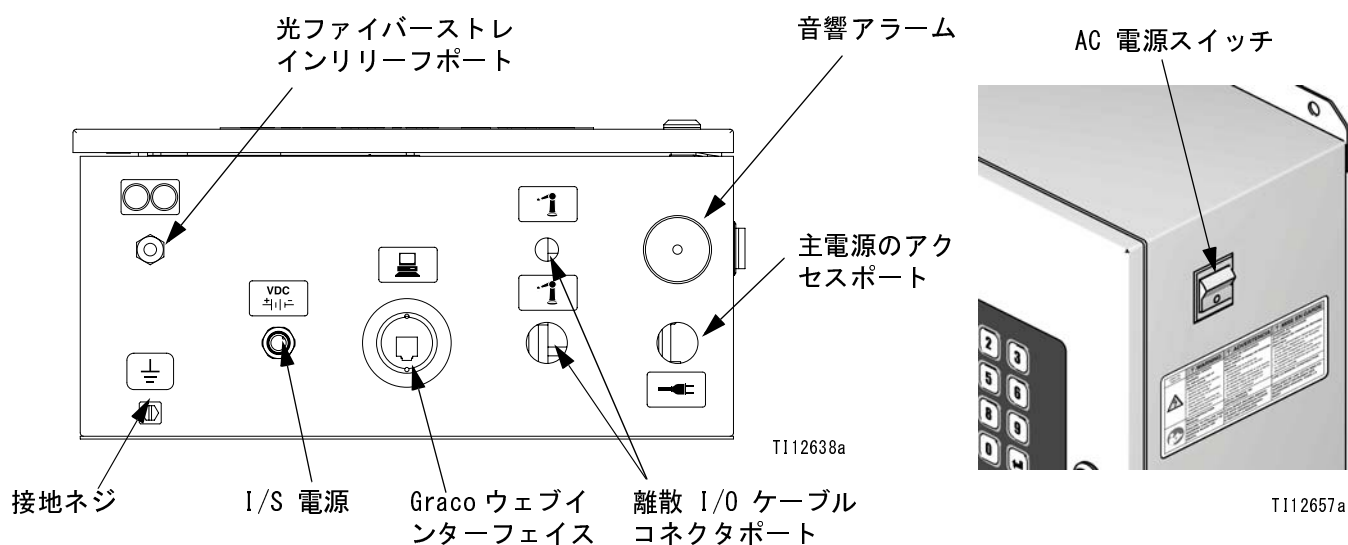

図 13. EasyKey 接続と AC 電源スイッチ
- 入力電源アクセスポートは、直径 22.4 mm (0.88 インチ) です。隔壁の歪開放取り付け金具またはコンジットを受け入れます。図 13 を参照してください。
- EasyKey に電源を供給します。EasyKey ポート を介して隔壁張力緩和装置またはコンジット隔壁を取り付けます。図 13 を参照してください。
- 適切な液体ステーション電源ケーブルの末端を EasyKey コネクタに接続します。 図 13 を参照してください。
- 工場出荷時から、光ファイバーケーブルは液体ステーションコネクタに付いています。 図 13 を参照してください。